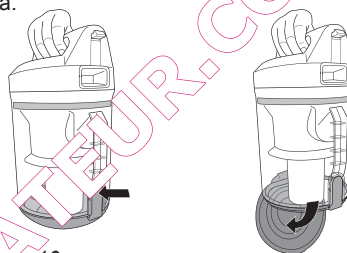

Figura 10
4. Abra la tapa inferior pulsando el botón en el asidor (véase la figura 10).